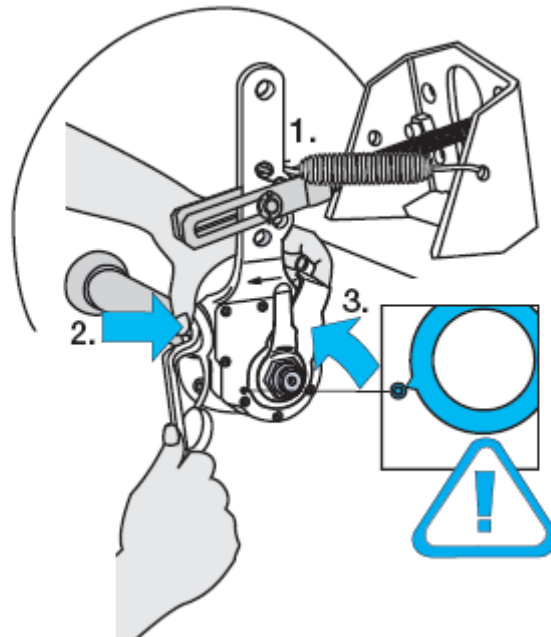

Рис. 6
- 3) Совместить метку на регулировочной скобе с меткой на теле рычага (не отпуская ключа) (Рис. 6)